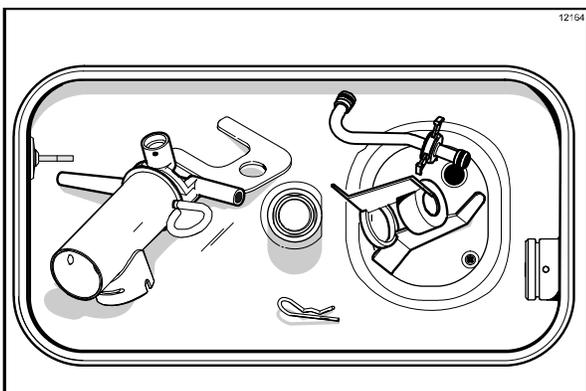

Figura 154
12. Coloque el conjunto de la bomba, la pinza de la bomba, la chaveta y el agitador en el fondo de la tolva de mezcla para desinfectar estas piezas. (Vea la figura 154).